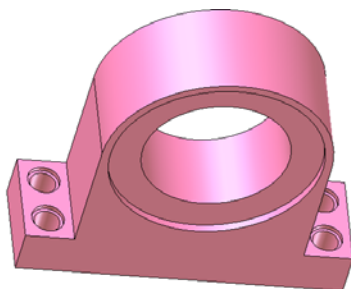

图 7-38 孔后的零件
- ③单击【确定】按钮完成四个沉头孔的创建，此时零件如图 7-38 所示。